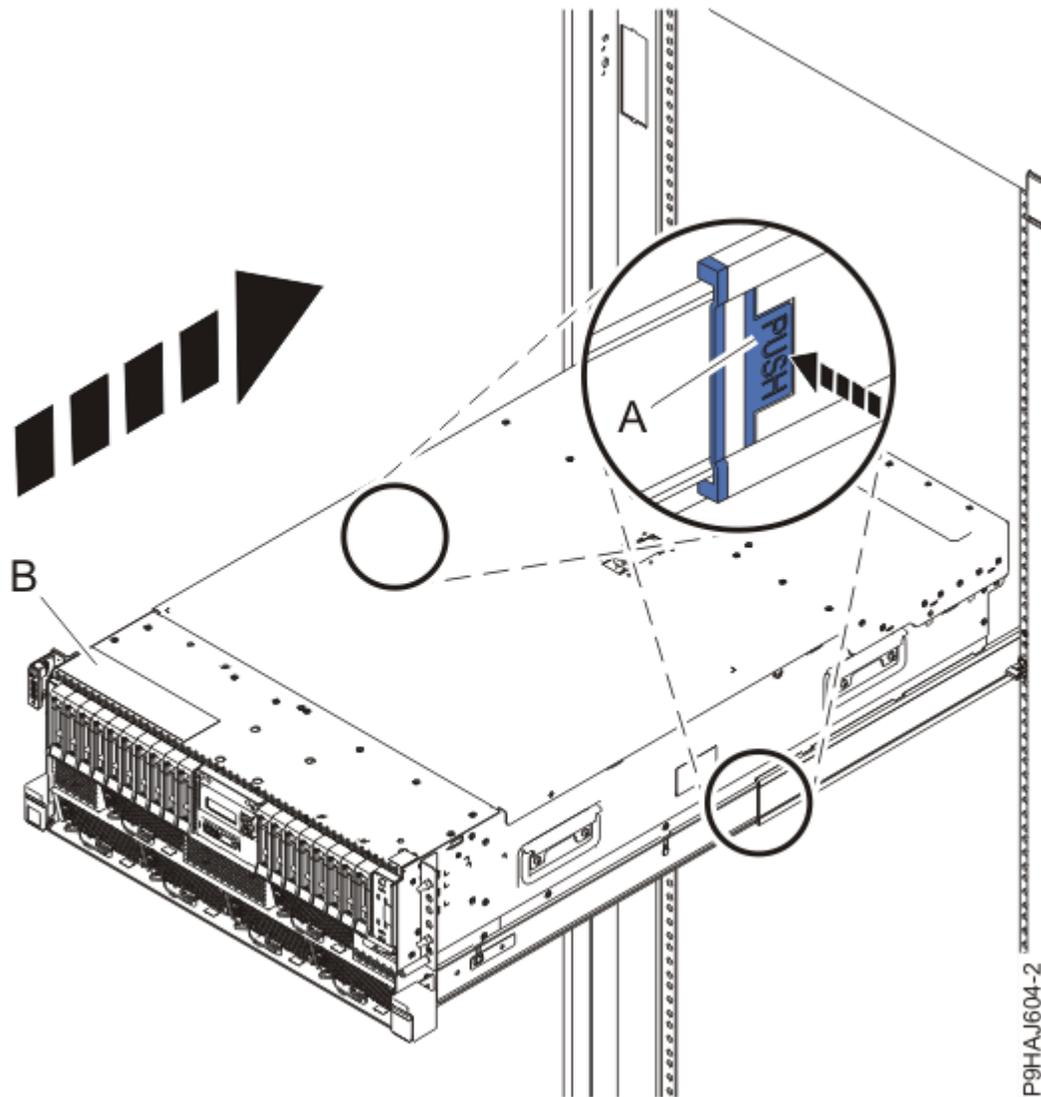

Abbildung 35. System in die Betriebsposition bringen
3. Entriegeln Sie bei einem Einschubsystem die blauen Schienensicherungsverriegelungen (**A**), indem Sie sie nach innen drücken (siehe Abbildung 35 auf Seite 41).